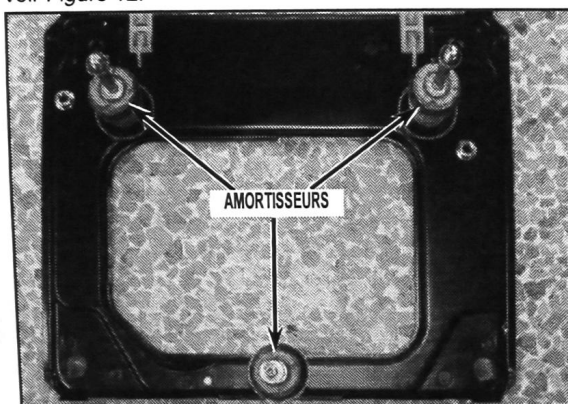

FIGURE 12
17. Retirer les trois (3) amortisseurs du socle et les jeter. Voir Figure 12.